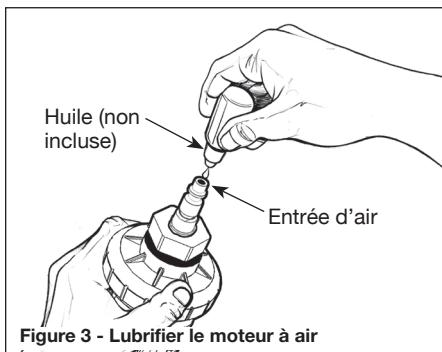

Figure 3 - Lubrifier le moteur à air
3. Tout en tirant sur la gâchette, pressez environ 3 à 5 gouttes d'huile pour outil à air Campbell Hausfeld dans l'entrée d'air. Voir la figure 3.